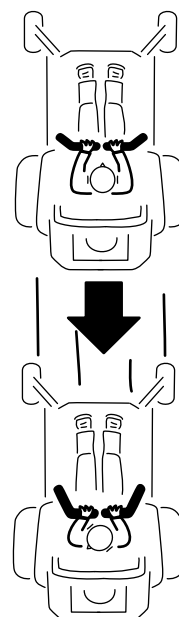

Figura 26
2. Per fare retromarcia tirate lentamente verso dietro le leve di controllo del movimento (Figura 26).